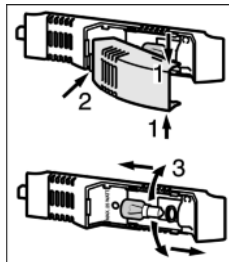

Fig. 17
- ▶ Kryt světla uchopte nahoře a dole Fig. 17 (1).
- ▶ Kryt světla vzadu uvolněte ze západek a vysaďte Fig. 17 (2).
- ▶ Vyměňte žárovku Fig. 17 (3).